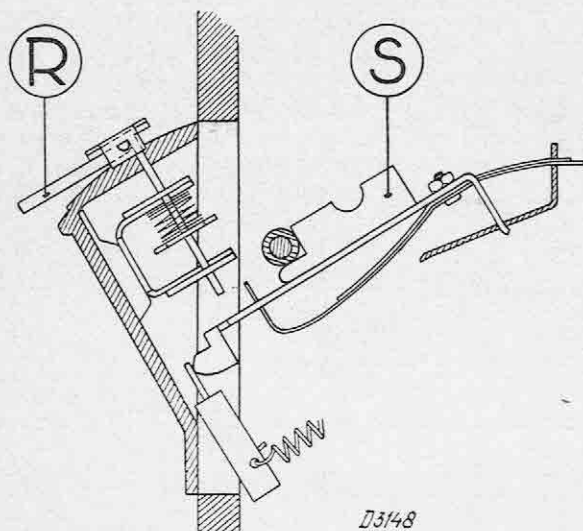

Fig. 8
2. La peigne R (voir fig. 8) devra glissé sous le rangé des boutons poussoirs, après avoir enlever les capuchons décoratifs.